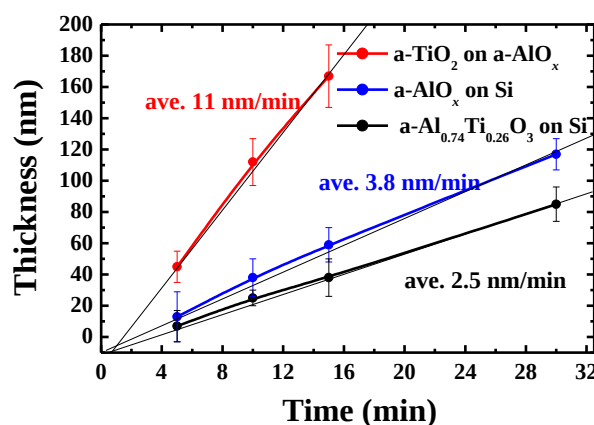
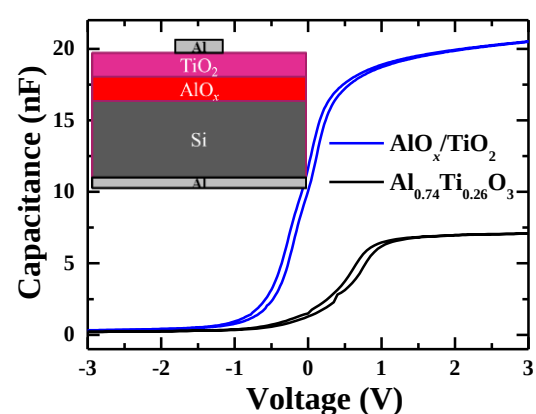

Figure 1: Film thickness plotted as a function of deposition time in a- $\text{Al}_{0.74}\text{Ti}_{0.26}\text{O}_3$, a- AlO_x on Si, a- TiO_2 on a- AlO_x
Figure 2: Capacitance-voltage curves of $\text{AlO}_x/\text{TiO}_2$ $\text{Al}_{0.74}\text{Ti}_{0.26}\text{O}_3$ MOS diode
3. 結果と考察：図 1 は、c-Si 上 a- $\text{Al}_{0.74}\text{Ti}_{0.26}\text{O}_3$, Si 上 a- AlO_x および a- AlO_x 上 a- TiO_2 の膜厚の成膜時間に対するプロットを示す。成膜速度はそれぞれ 2.5, 3.8 および 11 nm/min であった。図 2 は膜厚 50 nm の MOS ダイオード、1MHz での容量—電圧特性、挿入図は MOS 構造を示す。 $\text{AlO}_x/\text{TiO}_2$ 積層膜は $\text{Al}_{0.74}\text{Ti}_{0.26}\text{O}_3$ より静電容量が大きくなったが、コンダクタンス法により算出した界面欠陥密度は 2.14×10^{10} から $6.31 \times 10^{10} \text{ cm}^{-2}\text{eV}^{-1}$ からまで増加した。この要因には c-Si/ $\text{Al}_{0.74}\text{Ti}_{0.26}\text{O}_3$ に比較して c-Si/ $\text{AlO}_x/\text{TiO}_2$ 界面の誘電率および漏れ電流の増加が挙げられる。